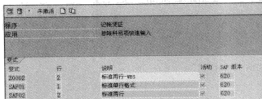

图 5-45 “总账科目项快速输入”界面
STEP 1 在命令栏输入 SPRO 命令，通过菜单选择“财务会计→财务会计全局设置→凭证→行项目→维护总账科目项目的快速输入屏幕”选项，或者直接在命令栏中输入 07E6 命令，进入“总账科目项快速输入”界面，如图 5-45 所示。